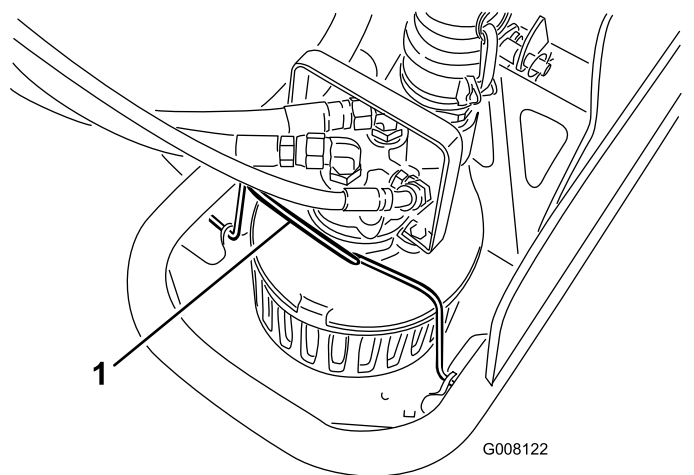

Figura 14
4. Coloque a braçadeira da bomba para a frente (Figura 14).
14. Rode a braçadeira da bomba para trás para a bomba (Figura 14).